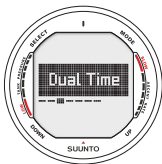

Fig. 3.8. Instelmogelijkheden van de Tweede Tijdszone.
3. Tijd in de tweede tijdszone (*Dual Time*; Fig 3.8, 3.9)